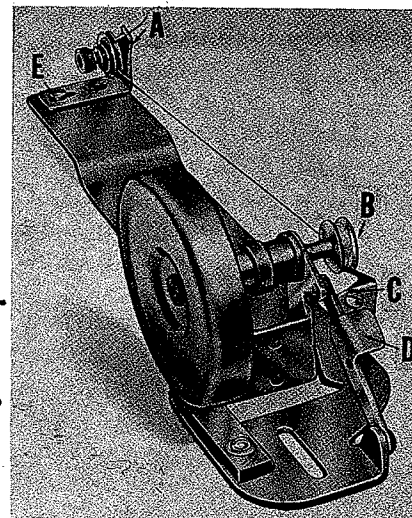

Fig. 5
Ensarte la devanadora pasando el hilo desde el suministro por el ojete (A, Fig. 5) y después entre los discos tensores, y bajo el poste tensor. Presione una bobina vacía en el eje de la devanadora (B) hasta el tope, devánese el extremo del hilo alrededor de la bobina unas vueltas a la derecha, y presione hacia abajo en la palanca de mano (D) hasta que la polea se ponga en contacto con la correa de la máquina y esté sujeta en ésta posición. Al funcionar la máquina, hará que gire y se llene la bobina hasta que el hilo se enganche en el engranaje automático que desengancha la polea. Hasta que punto se llena la bobina, puede variarse regulando el tornillo (C).